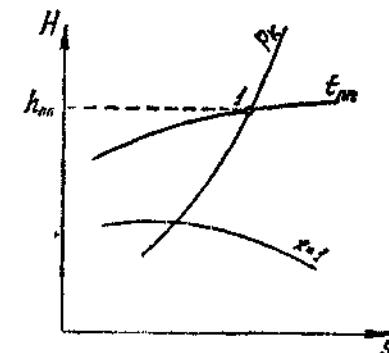

Рис. 13
1. Сделаем выкопировку из hs -диаграммы (см. рис. 13). Точку 1 найдем на пересечении изобары $P=4 \text{ МПа}$ с изотер-